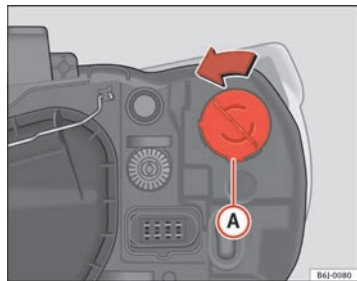

Abb. 139 Blinker bei Einfachscheinwerfer
- Die Fassung ⇒ Abb. 139 **A** nach links drehen und ziehen.